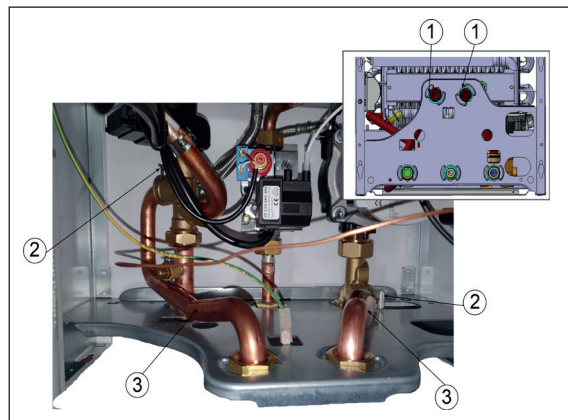

Bild 1
- 2 x Halbmondringe (1) ausbauen
- 2 x Verrohrungsclip 18 mm entfernen (2)
- Entnahme des WW Vor -und Rücklaufrohres (3) (Bild 1)